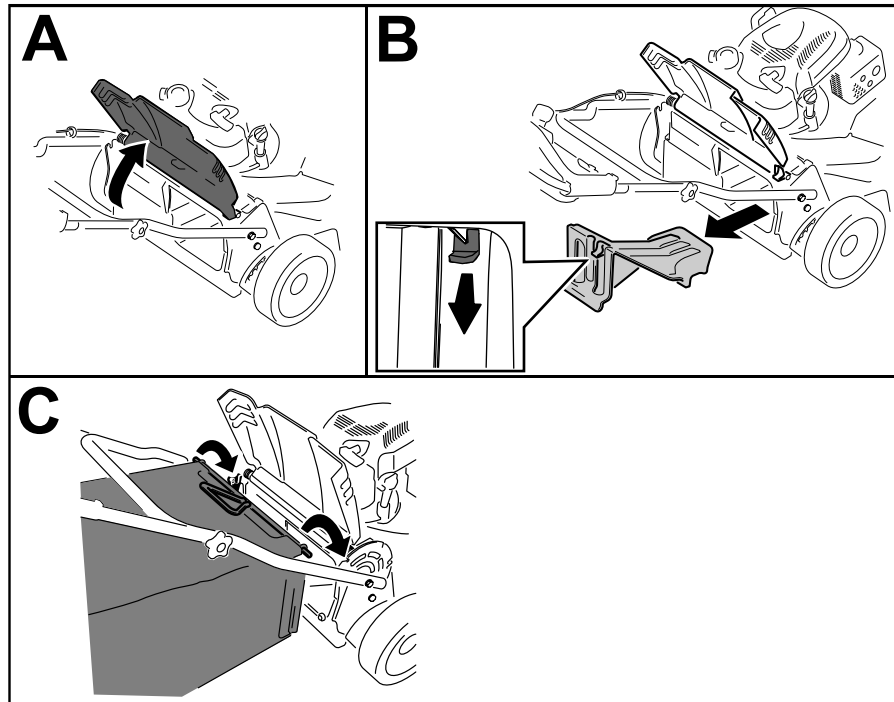

Figura 24
1. Levante y sujete la puerta trasera (Figura 24, A).
2. Retire el tapón de descarga trasero presionando hacia abajo sobre el enganche con el dedo pulgar y extrayendo del tapón de la máquina (Figura 24, B).
3. Instale la varilla de la bolsa en las muescas de la base del manillar, y mueva la bolsa hacia adelante y hacia atrás para verificar que la varilla está asentada en el fondo de cada muesca (Figura 24, C).